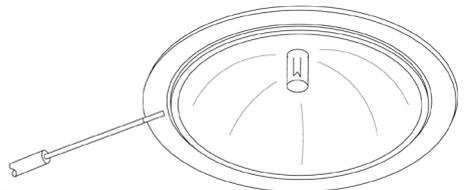

fig. 5
**N'enlevez pas** l'ensemble du projecteur (douille), car il est très difficile de le réinstaller. Retirez doucement l'ampoule du projecteur à l'aide d'un instrument doux tel qu'un cure-dent. Les instruments en acier rayent la surface (voir figure 5).